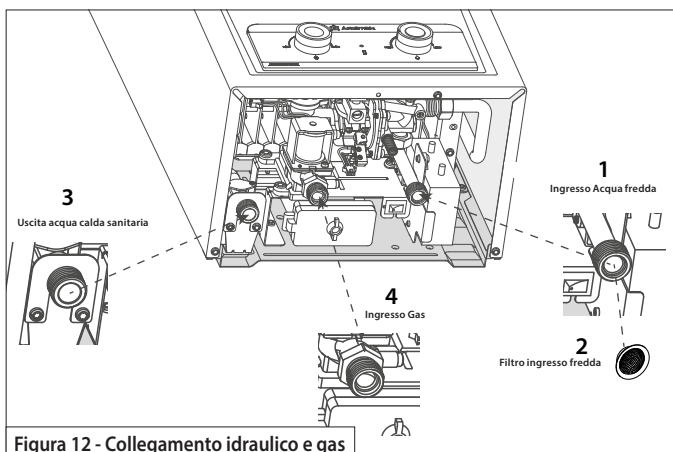

Figura 12 - Collegamento idraulico e gas
- Controllare se il filtro dell'acqua (vedi Figura 12 - 2) è assemblato nella connessione dell'acqua dell'apparecchio